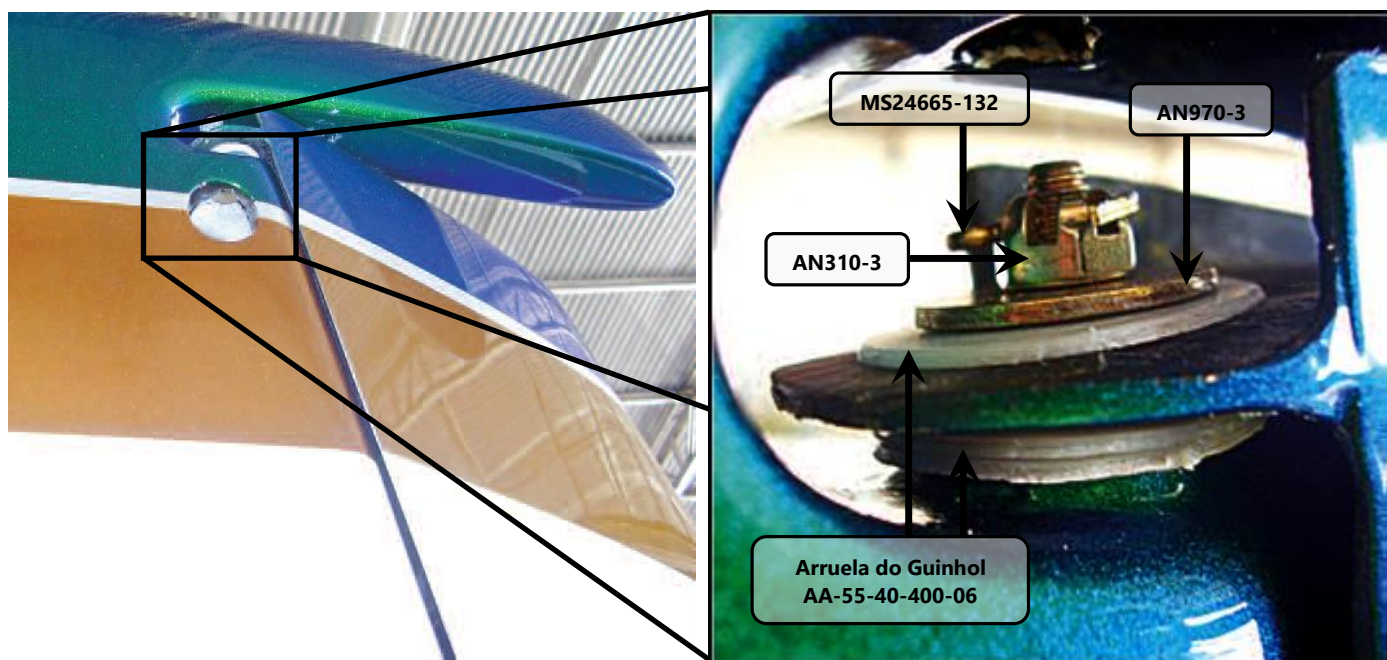

Figura 55.40.38 – Instalação da dobradiça superior.
9. Instalar, conforme mostrado na figura 55.40.38, as arruelas do Guinhol AA-55-40-400-06;
11. Instalar arruela AN970-3 e porca AN310-3 no parafuso AN3-10, instalado no item anterior, ver figura 55.40.38;
12. Instalar contra pino no parafuso AN3-10, conforme mostrado na figura 55.40.38